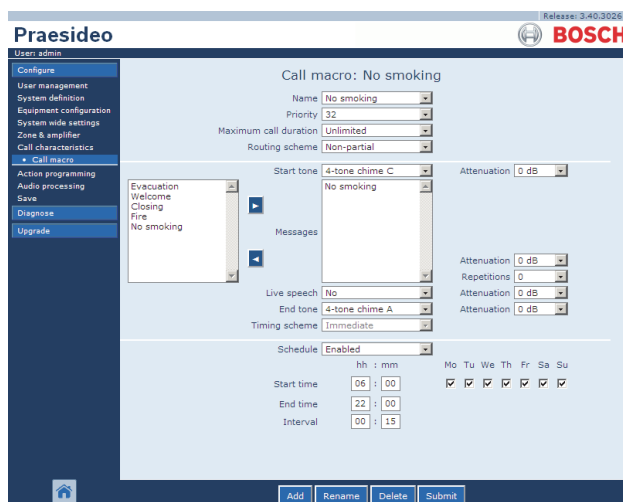

figura 47.2: Adicionar macro de chamadas, passo 1
- 1 Vá para *Configure > Call characteristics > Call macro*. Aparece um ecrã semelhante ao da figura 47.2 na moldura principal da interface da Web.